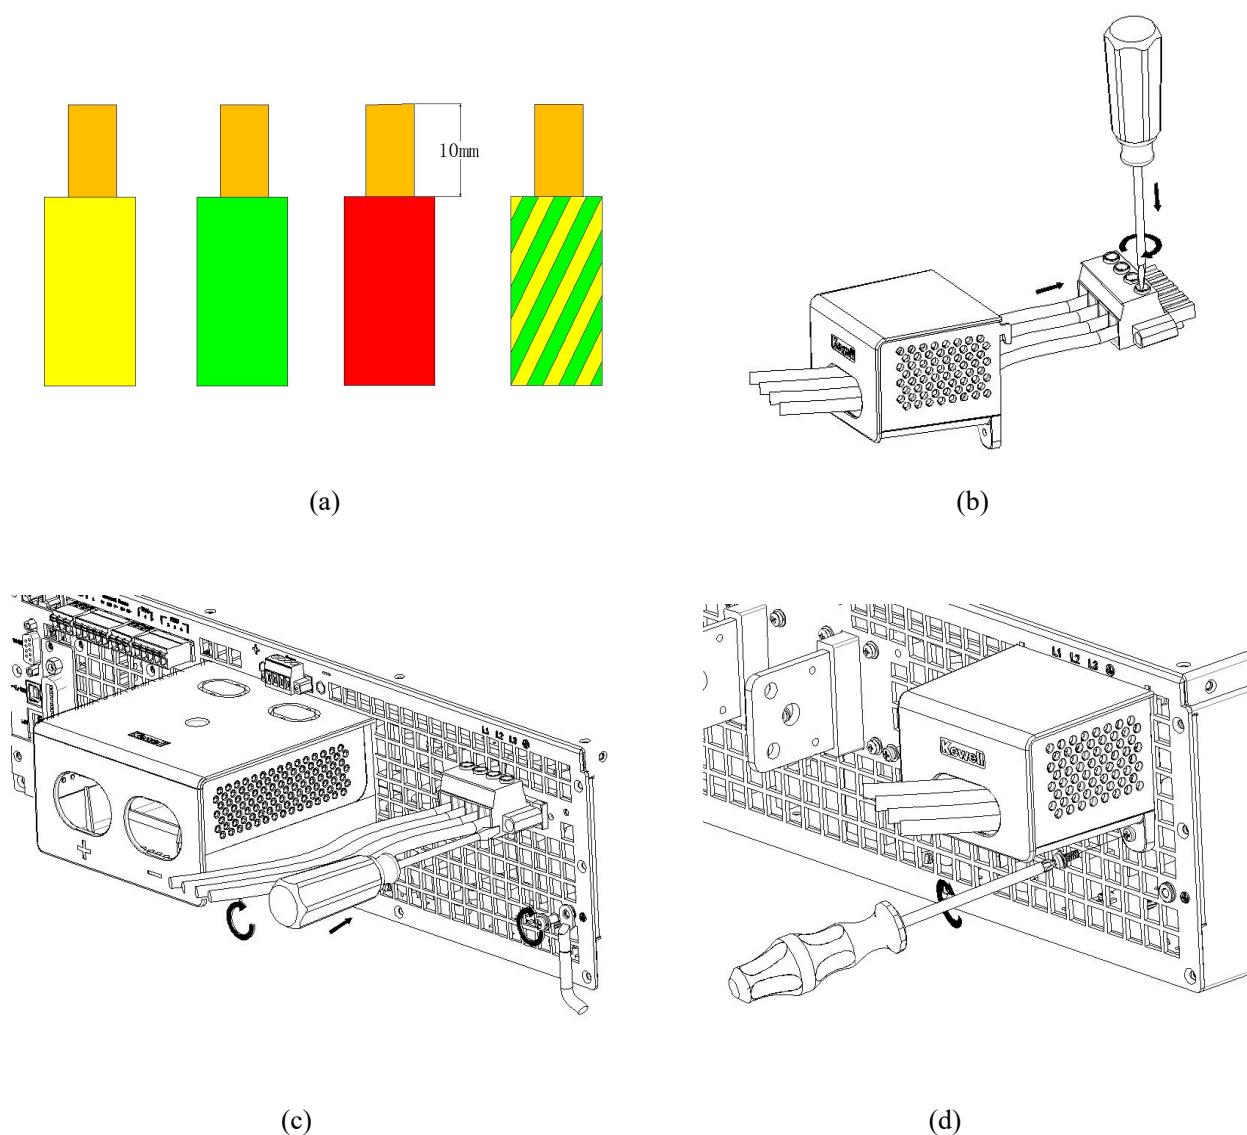

图 2-3 交流输入接线示意图
- (1) 电源输入端子位于后背板的右侧；
- (2) 电源线必须至少满足额定 105°C 的温度要求；
- (3) 电源线缆的选型应满足载流量的要求；
(4) 电源线的连接方式见图 2-3: